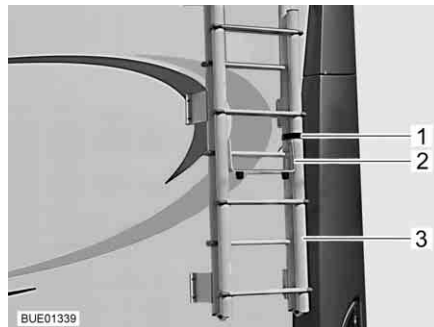

Bild 1 Klappbare Leiter, Leiter nach oben geklappt
- Riemen (Bild 1,1) an der Leiter (Bild 1,3) am Heck des Fahrzeugs öffnen.
- Schutzbügel (Bild 1,2) ausklappen.